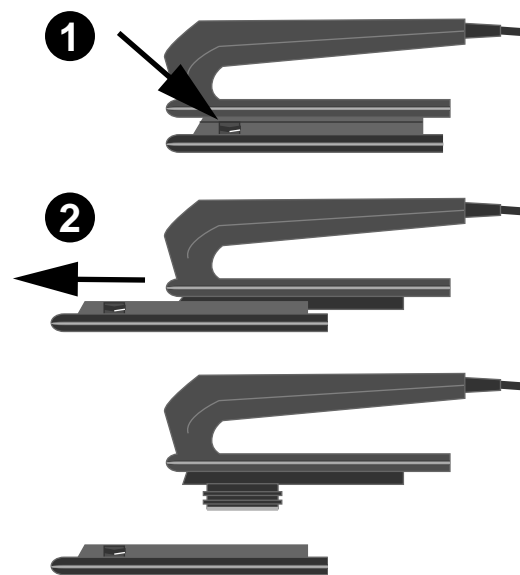

Bild 4-5. Abnehmen der großen Auflagefläche an den Paddles
- Drücken Sie die Verriegelung **1** nach unten (Bild 4-5).